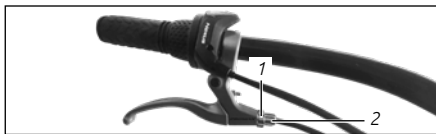

Abb.:49
- Drehen Sie die Kontermutter (*siehe „Abb.:49 (1)“*) gegen den Uhrzeigersinn eine bis zwei Umdrehungen los.
- Drehen Sie die Rändelmutter (*siehe „Abb.:49 (2)“*) so weit hinein oder heraus, bis der Abstand der Bremsbeläge auf beiden Seiten ca. 1 mm beträgt.